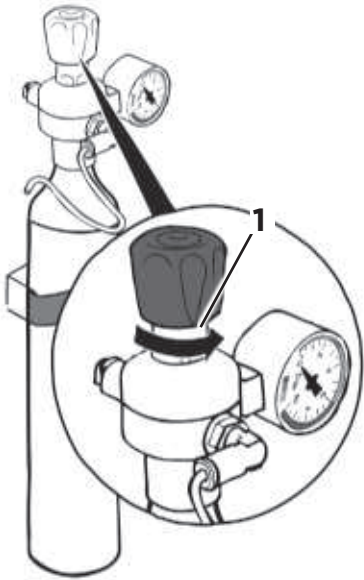

Abb. 21
1. Drehen Sie das Einstellrad (Abb. 21/1) am CO2-Druckminderer bis zum Anschlag gegen den Uhrzeigersinn.